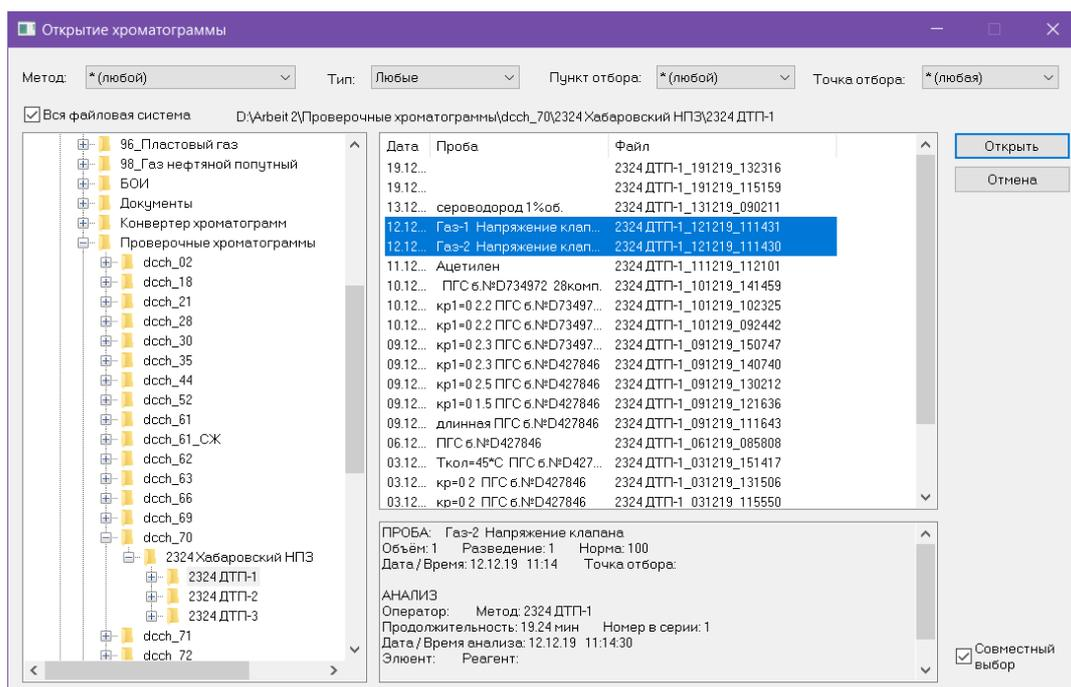

Рис. 4: Окно «Открытие хроматограммы»
1. Нажмите **Добавить**. Откроется окно *Открытие хроматограммы* (Рис. 4).